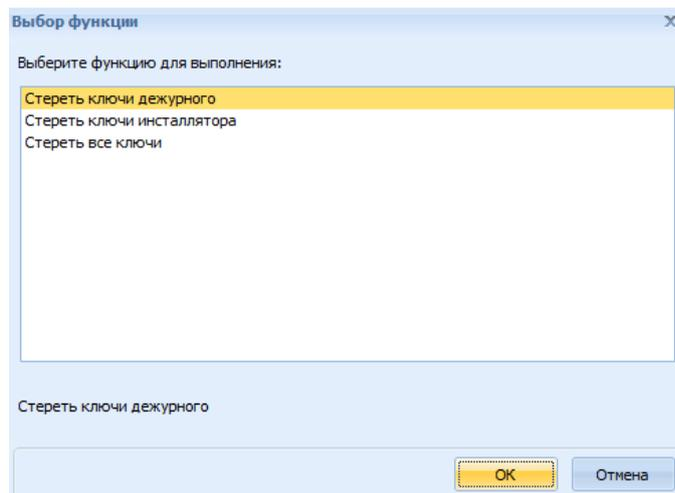

Рисунок 16.11 – Окно «Выбор функции»
14) «Другие функции» – открытие диалогового окна «Выбор функции», чтобы выбрать одну из перечисленных команд, относящихся к выбранному устройству (рисунок 16.11):